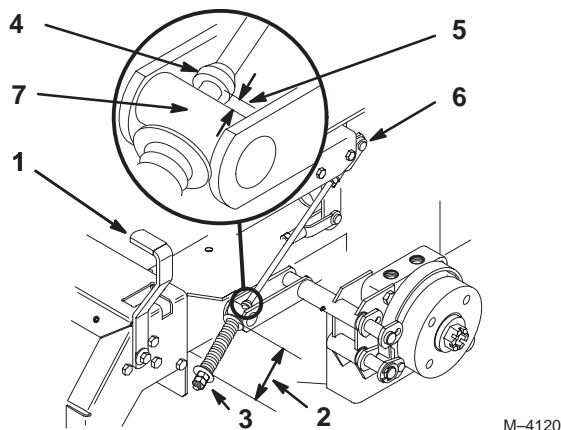

Bild 58
2. Messen Sie die Länge der Feder. Sie sollten zwischen den Scheiben 70 mm messen (Bild 58).
3. Falls Sie eine Einstellung vornehmen müssen, lockern Sie die Klemmmutter unterhalb der Feder und ziehen Sie die Mutter direkt unter dem Joch an (Bild 58). Drehen Sie die Mutter, bis Sie den korrekten Messwert erhalten. Ziehen Sie die beiden Muttern zusammen an und wiederholen Sie das Verfahren auf der gegenüberliegenden Maschinenseite.
6. Messen Sie die Entfernung zwischen der Drehzapfenrolle und dem Kranz an der Bremsstange. Die Distanz sollte 5–7 mm betragen (Bild 58).
7. Sollte eine Einstellung erforderlich sein, lösen Sie die Klemmmutter direkt unter dem Joch. Drehen Sie die unteren Einstellmuttern, bis Sie den korrekten Messwert erhalten (Bild 58). Ziehen Sie die Klemmmutter am Joch an.